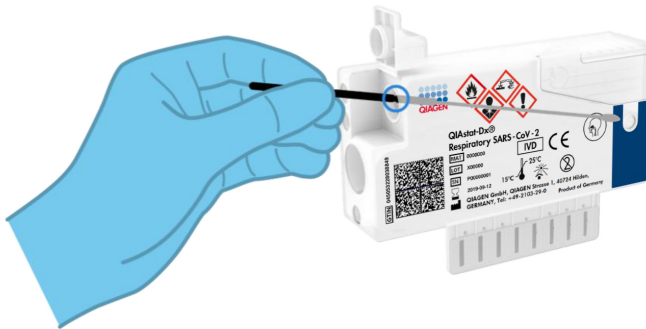

Figura 8. Inserimento del tampone nella QIAstat-Dx Respiratory SARS-CoV-2 Panel Cartridge.
5. Inserire il tampone nella QIAstat-Dx Respiratory SARS-CoV-2 Panel Cartridge fino a quando il punto di rottura non è allineato con l'apertura di accesso (vale a dire, fino a quando il tampone non avanza ulteriormente) (Figura 8).